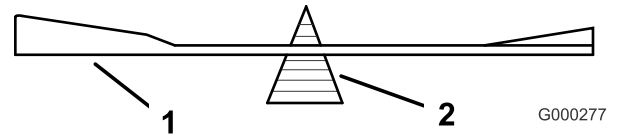

Figura 57
2. Verifique el equilibrio de la cuchilla colocándola sobre un equilibrador de cuchillas (Figura 57). Si la